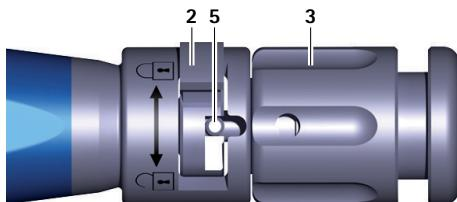
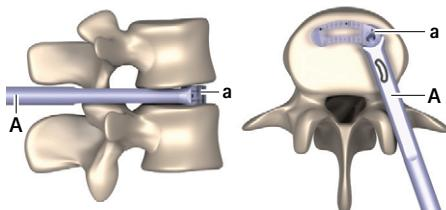

Fig. 3 Primer plano del instrumento de inserción, interruptor cerrado
Fig. 11 Implante en posición final
- Gire el interruptor 2 hacia la derecha (en dirección a A), ver Fig. 3.
- ▶ Gire la tuerca giratoria **3** en sentido contrario de las agujas del reloj (en dirección "forward") hasta que la espiga **5** se encuentre por completo en el interruptor **2**, ver Fig. 3. Asegúrese de que la espiga **5** no se queda atascada en el interruptor **2**.
- ▶ Gire el interruptor **2** hacia la derecha (en dirección a **A**), ver Fig. 3.
- En cuanto se alcance la posición final (ver Fig. 11): Gire la tuerca giratoria **3** en sentido contrario de las agujas del reloj (en dirección "forward") hasta que la espiga **5** se encuentre por completo en el interruptor **2**, ver Fig. 3. Asegúrese de que la espiga **5** no se queda atascada en el interruptor **2**.
- Gire el interruptor 2 hacia la derecha (en dirección a ①), ver Fig. 3.